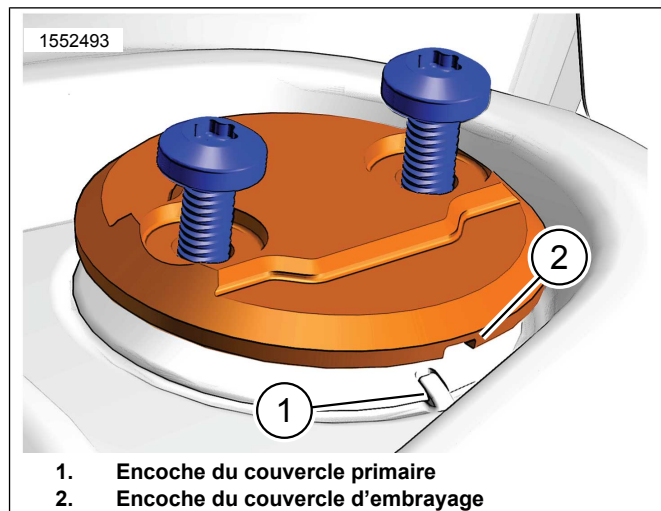

Figure 2. Fonctionnalité d'orientation
- a. Voir la figure 2. Installer le médaillon de couvercle d'embrayage (1).
2. Le fixer à l'aide de vis (2). Serrer.